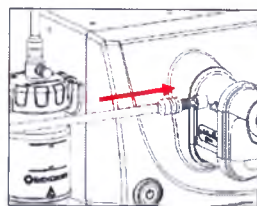

Рис. 4.
2. Аккуратно вставить коннектор трубки в порт подачи воздуха/воды эндоскопа (см. рис. 4).